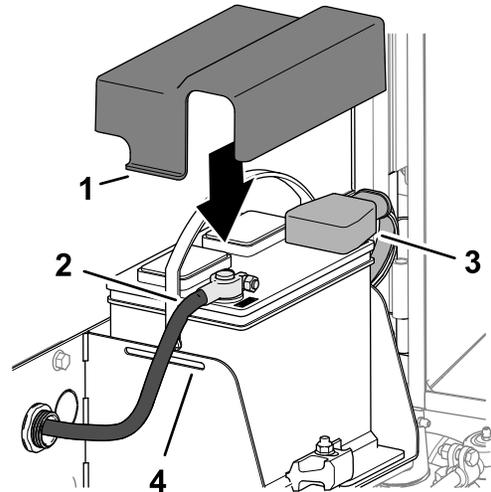

図 133
1. バッテリーのプラス端子に、プラスケーブル赤を接続する **図 133**。